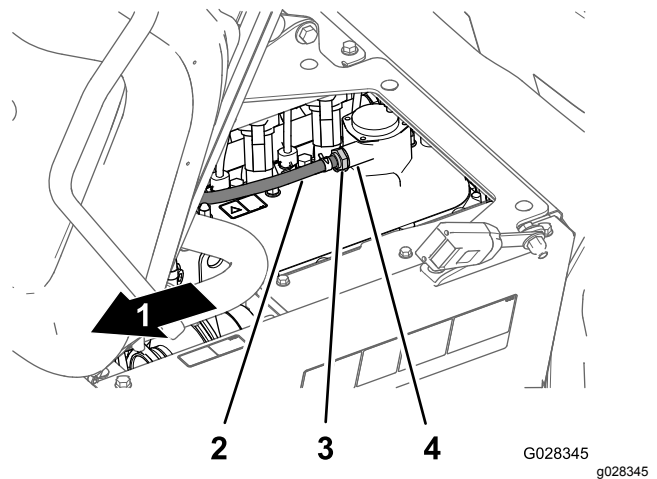

Figure 60
2. Déposez le clapet RGC du raccord sur le couvre-culasse (Figure 60).
**Remarque:** Si vous entendez le restricteur interne du clapet RGC cliqueter, le clapet est réparable; si vous ne l'entendez pas, remplacez le clapet (Figure 60).
4. Insérez le clapet RGC jusqu'à ce qu'il soit complètement engagé dans le joint du raccord du couvre-culasse (Figure 60).